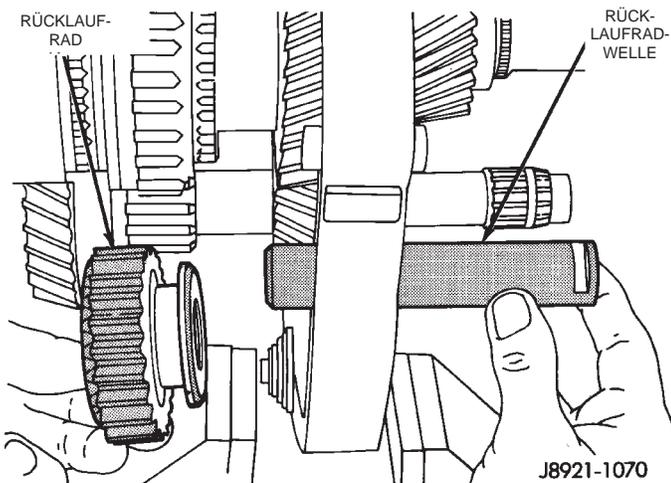

Abb. 63 Rücklauf-rad und Rücklauf-radwelle ausbauen
(15) Das Rücklauf rad und die Rücklauf radwelle ausbauen (Abb. 63).